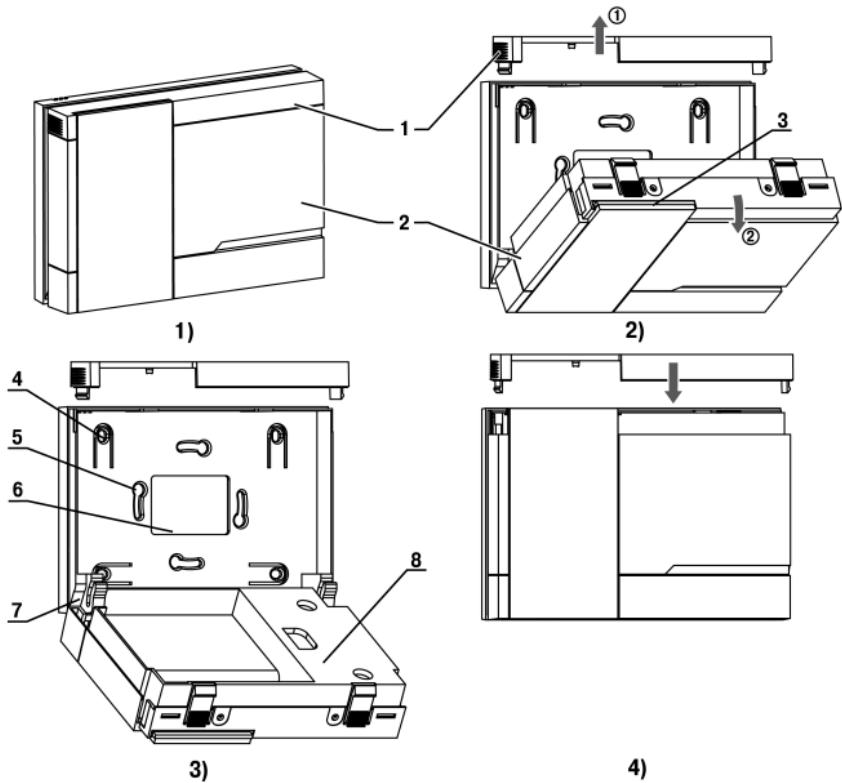

Рисунок 4.3 – Монтаж прибора настенного исполнения Н2
- Подготовить прибор к монтажу. Для этого следует снять фиксирующую планку (рисунок 4.3, 2, поз. 1) и отсоединить электронный блок (там же, 2, поз. 2) от кронштейна (там же, 2, поз. 3).